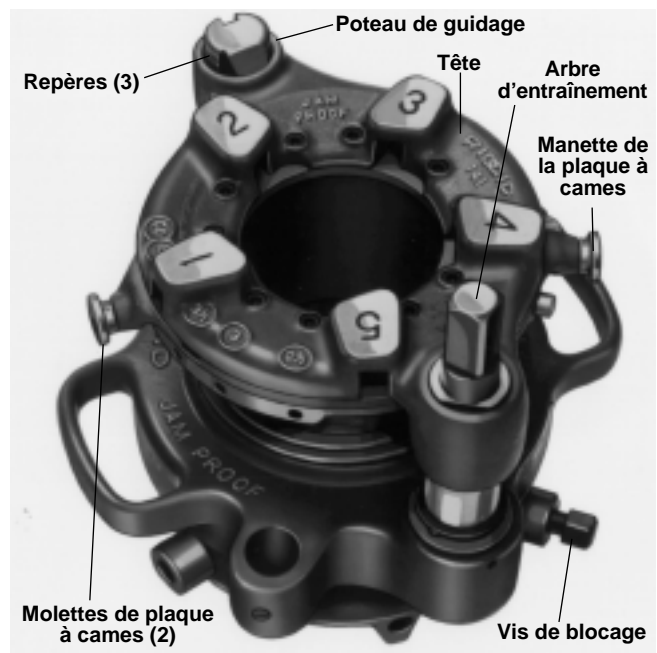

Figure 16 – Fileteuse démultipliée N° 141 montrant les repères de la chemise de pignon et du poteau de guidage
Tenez le support et tournez le carré de l'arbre d'entraînement (ou le bâti de la fileteuse) jusqu'aux repères correspondants du poteau de guidage (Figure 16).
4. Tournez le poteau de guidage jusqu'à ce que l'encoche droite soit orientée vers l'intérieur pour un filetage droit ou que l'encoche conique se trouve à l'intérieur pour un filetage conique. La *Figure 16* montre le poteau de guidage réglé pour un filetage conique.
- N° 141 et N° 161 – A l'aide de la clé à cliquet, desserrez la vis de blocage (*Figure 16*), tournez le collier de serrage à la position OPEN (ouvert) et retirez le tuyau.